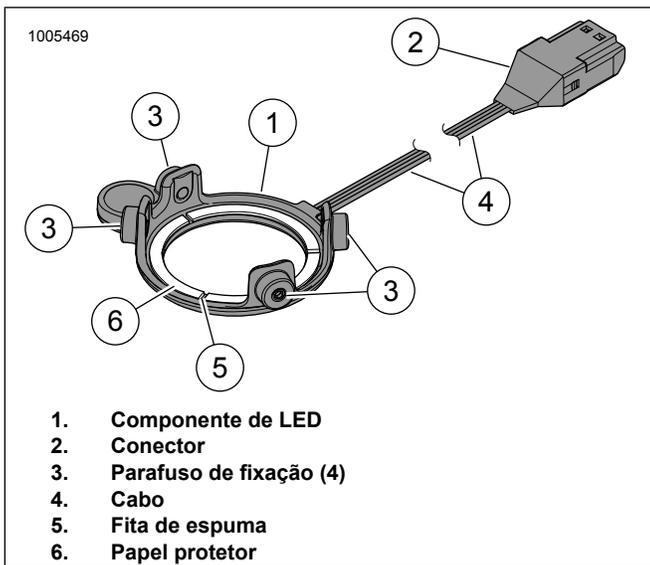

Figura 1. Luz LED, alto-falante Stage I redondo
3. Veja a figura 1. Remova o papel protetor (6) da fita de espuma (5) na parte traseira do componente de LED (1).